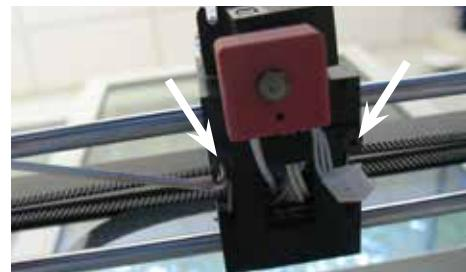

Fig. 75
- ⇒ Desserrez la vis de gauche de la plaque de serrage d'env. 1 tour et retirez la vis de droite (Fig. 75).